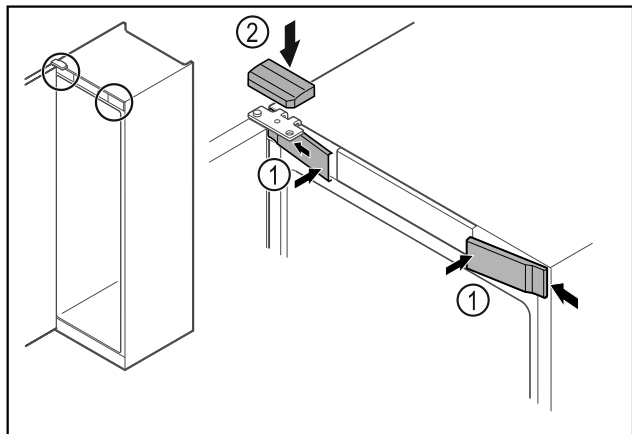

Fig. 63
- Закачете предните капаци Fig. 63 (1) от страни и фиксирайте.
- Фиксирайте горния капак Fig. 63 (2) отгоре.